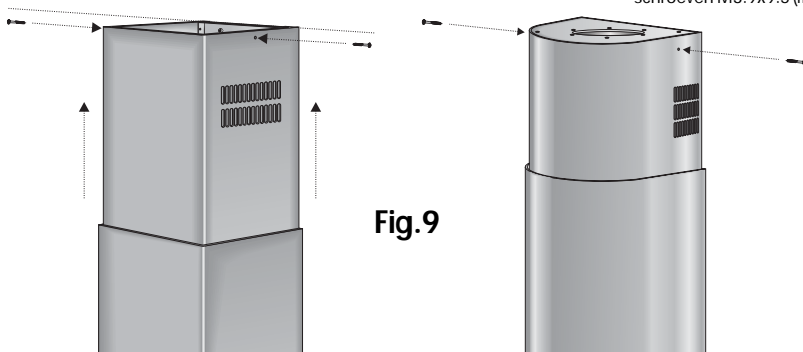

Fig.9
- Sollevare verso l'alto, fino al soffitto, il camino telescopico superiore e fissarlo alla staffa utilizzando le due viti in dotazione M3 x 20 (Fig.9).
- Lift the upper telescopic stack up to the ceiling and fix it by means of the two M3 x 20 screws included in the supply (Fig.9).
- Soulever la cheminée télescopique supérieure en hauteur jusqu'au plafond, et la fixer à la bride en utilisant les deux vis en dotation M3,9 x 9,5 (Fig.9)
- Heben Sie den oberen Teleskopschacht bis zur Decke an und befestigen Sie ihn mit Hilfe der beiden beiliegenden Schrauben M3,9 x 9,5 am Bügel (Abb. 9).
- Levantar, hasta el techo, la chimenea telescópica superior y sujetarla a la brida usando los 2 tornillos de la dotación M3 x 20 (FIG.9)
- Hef de bovenste telescopische schoorsteen naar boven toe op, tot aan het plafond, en bevestig deze aan de haak gebruik makende van de twee ter beschikking gestelde schroeven M3.9x9.5 (fig.9)